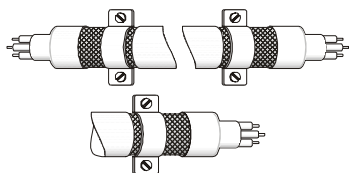

图 2
4. 电机线的隔离铜网与金属板的连接方式需正确，应将电机线两端的隔离铜网使用 U 型金属配管支架与金属板固定，正确连接方式请见图 2 所示。